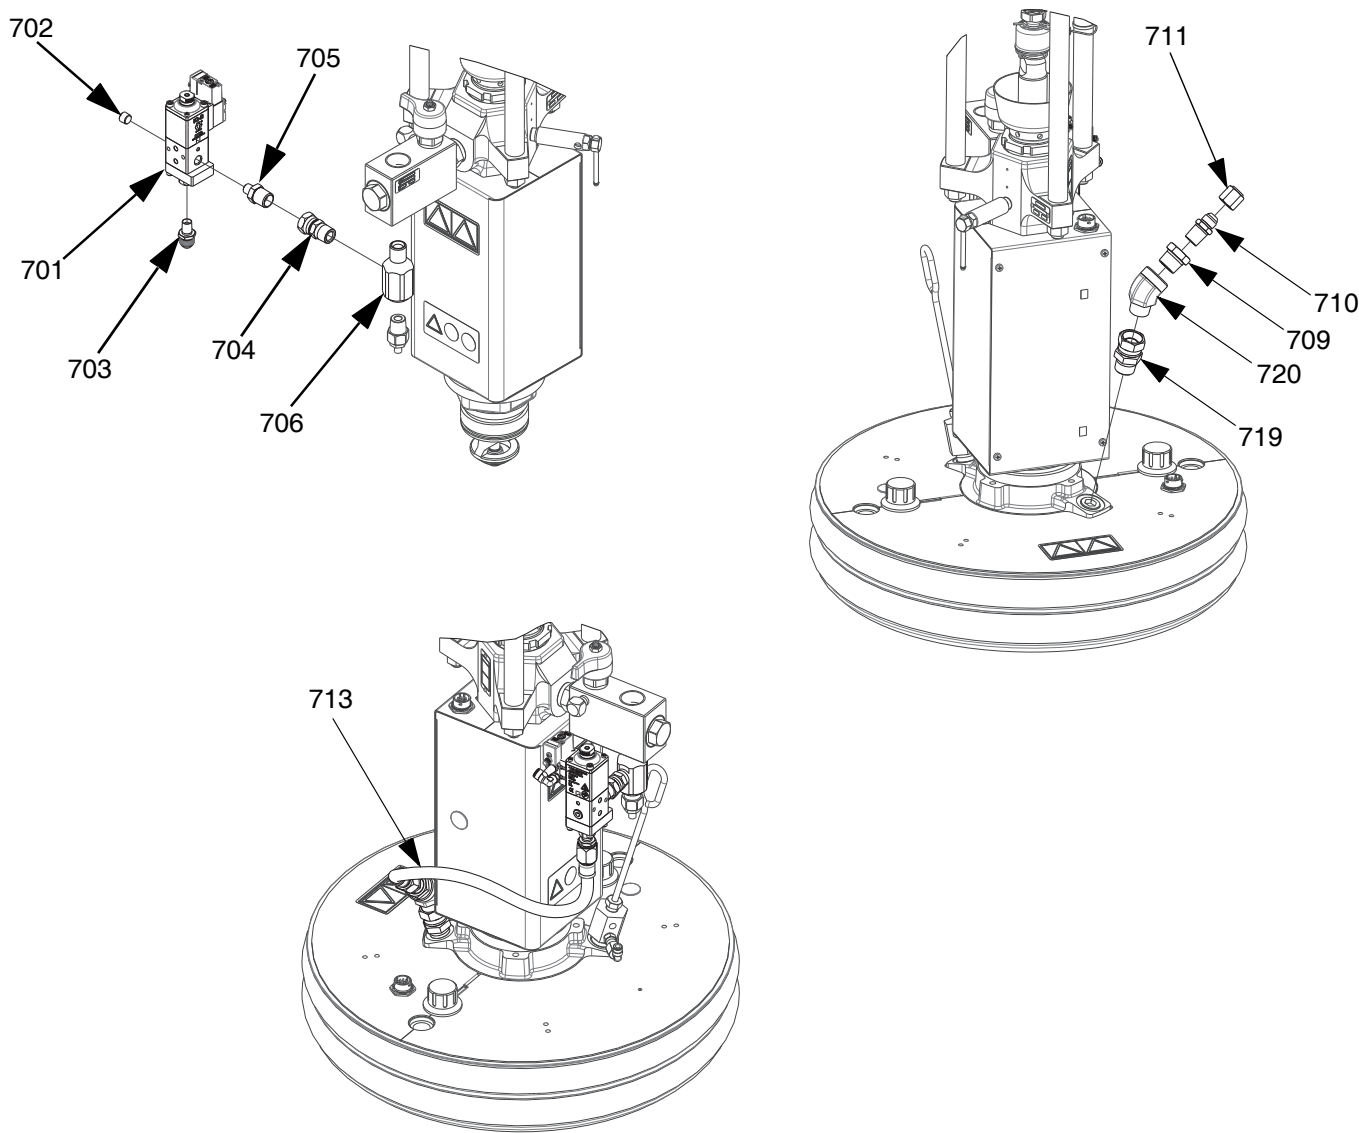

图 55：压盘阀套件，聚氨酯，26B637
2. 从电动驱动器 (AB) 的端口 5 上断开压力传感器。
3. 从流体单向阀 (AE) 卸下压力传感器接头 (TF) 及其连接的接头。
4. 使用胶带将 1/2 NPT 三通接头 (706) 安装到流体单向阀 (AE) 中，然后将压力传感器接头 (TF) 重新安装在 1/2 NPT 三通接头 (706) 的底部。
5. 使用胶带将 1/2 NPT 旋转接头 (705) 安装到 1/2 NPT T 型接头 (706) 中。参见图 55。
6. 使用 1/4 NPT x 1/2 NPT 转接头 (704) 将压盘阀 (701) 安装到 1/2 NPT 旋转接头 (706) 上，然后拧紧。
7. 将循环软管 (713) 安装到压盘阀 (701) 上并拧紧。
8. 将压力传感器重新连接到电动驱动器 (AB) 的端口 5 上。